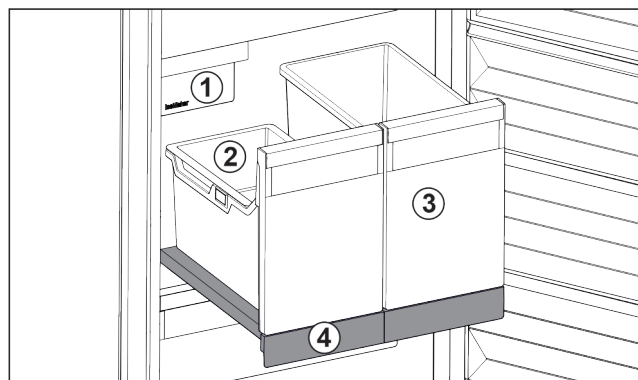

Fig. 99 Ripiano estraibile con IceTower
Sul ripiano estraibile ci sono due contenitori alti (IceTower). I cubetti di ghiaccio dall'IceMaker vengono raccolti e conservati nel contenitore Fig. 99 (2). Il contenitore Fig. 99 (3) è adatto per conservare alimenti alti come pizze o bevande alcoliche.